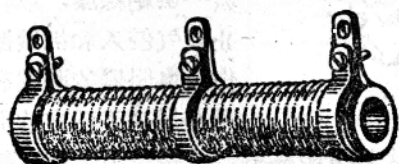

图10 綫繞电阻器
4. 綫繞电阻器 如图10所示，是在瓷管上繞一层鎳銅合金或鎳鉻合金的阻力綫。綫的两端用金属夹子固定，并用导綫引出。綫繞电阻器的表面上涂有一层瓷漆，以保护阻力綫。綫繞电阻器的阻值及承受功率均标明在电阻器上。綫繞电阻